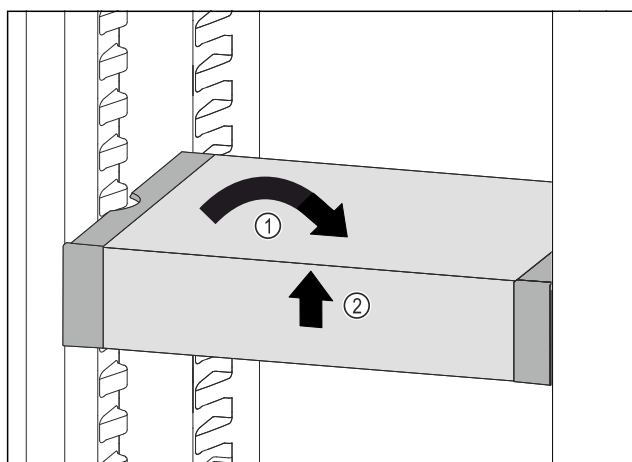

Fig. 229
- VarioSafe gerade stellen. Fig. 229 (1)
- VarioSafe vorne anheben. Fig. 229 (2)